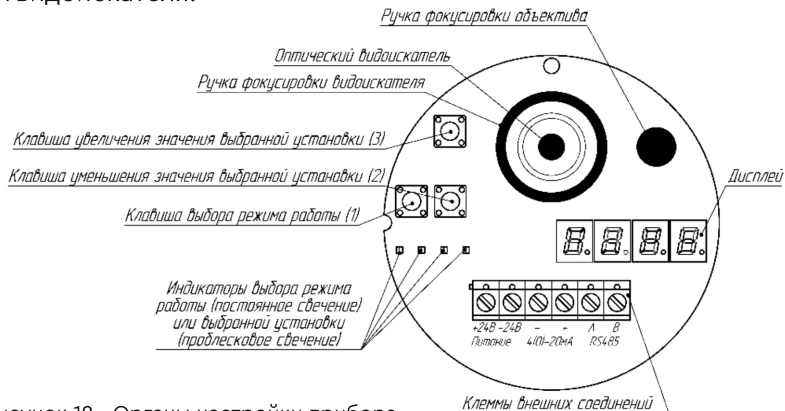

Рисунок 12 - Органы настройки прибора
Оптический видеоискатель пирометра (рисунок 12) позволяет удобно и точно навести пирометр на объект измерения.
Вращайте ручку фокусировки видеоискателя (**рисунок 12**) до тех пор, пока
Вращайте ручку фокусировки объектива (**рисунок 12**) до тех пор, пока объект не окажется в фокусе. Можно считать, что объектив пирометра сфокусирован правильно, если при движении глаза из стороны в сторону изображение объекта измерения не смещается относительно визирной сетки видоискателя.
Переключение на требуемый режим производится последовательным нажатием клавиши выбора режима (**рисунок 12**).
Для перехода из режима измерения в режим настройки необходимо удерживать клавишу (1) около 15 сек., до тех пор, пока не произойдет кратковременное гашение дисплея прибора. Обратное переключение производится аналогично. Переключение на требуемый режим или установку производится последовательным нажатием клавиши (1). Назначение индикаторов показаны на **рисунке 16**. Изменение значений установок производится нажатием клавиш (2) (увеличение) и (3) (уменьшение) (**рисунок 12**).